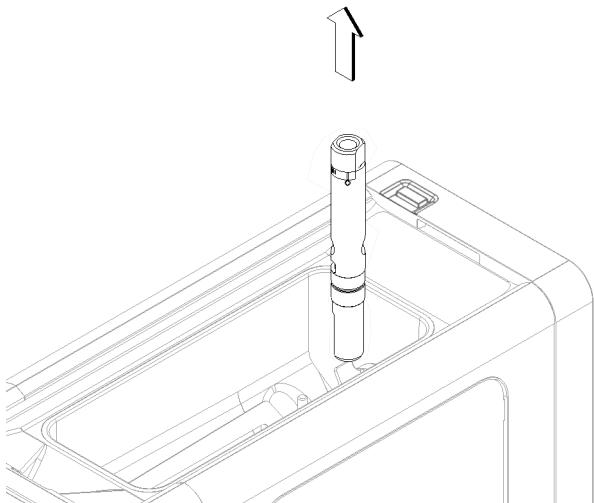

figure 19
5 Enlever le tube de mélange et le démonter (voir figure 19)
- 3 Remonter le groupe du robinet en suivant la séquence inverse à celle illustrée sur la Figure 19 et le remettre dans son siège.